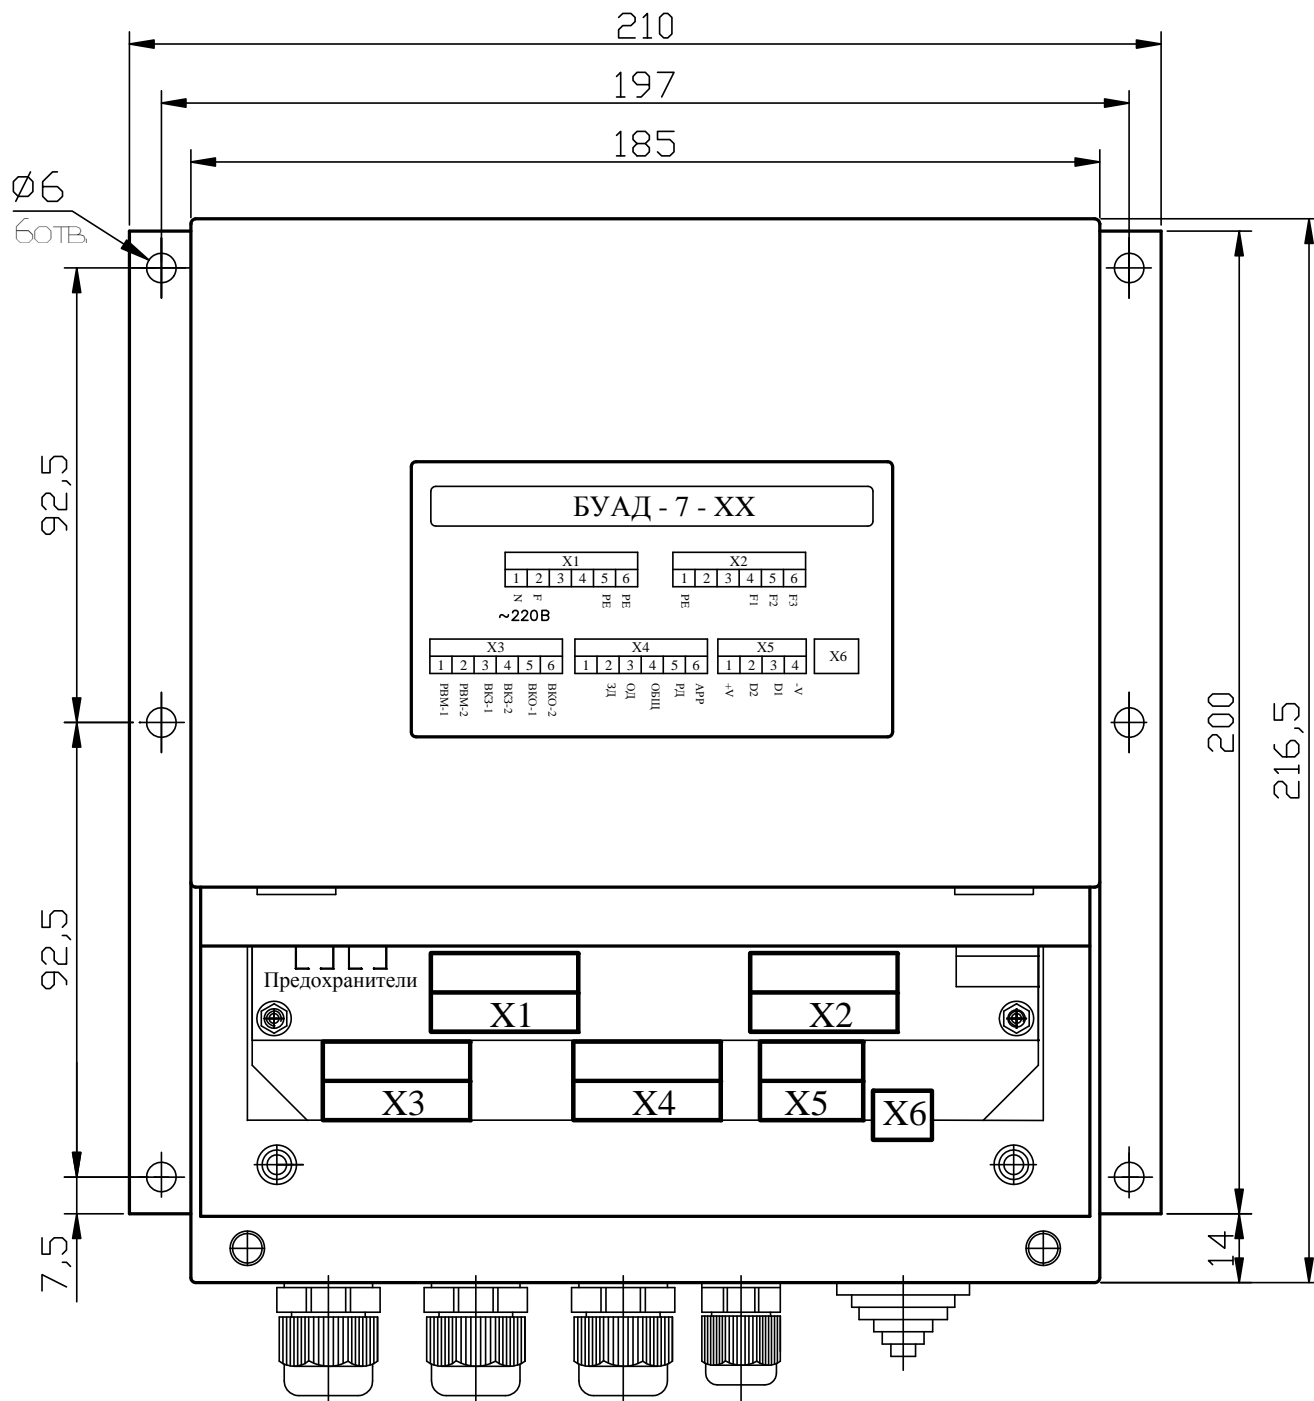
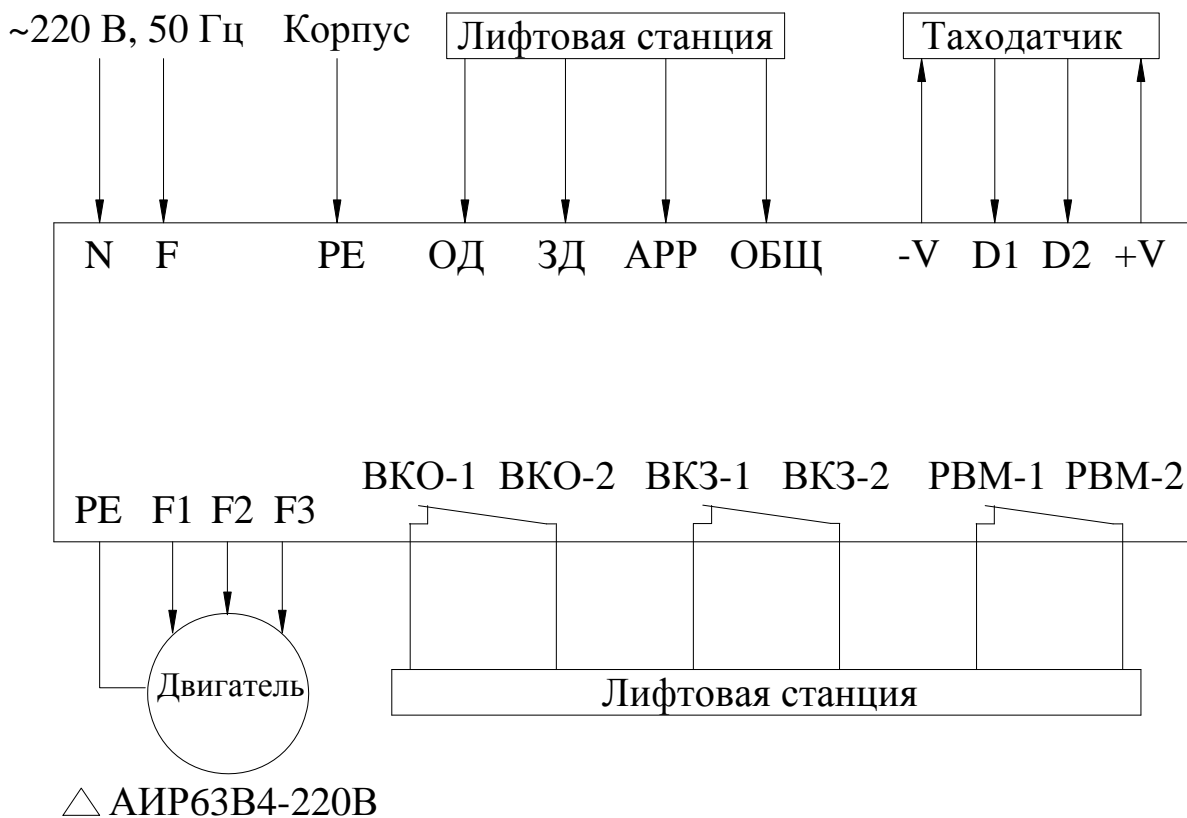
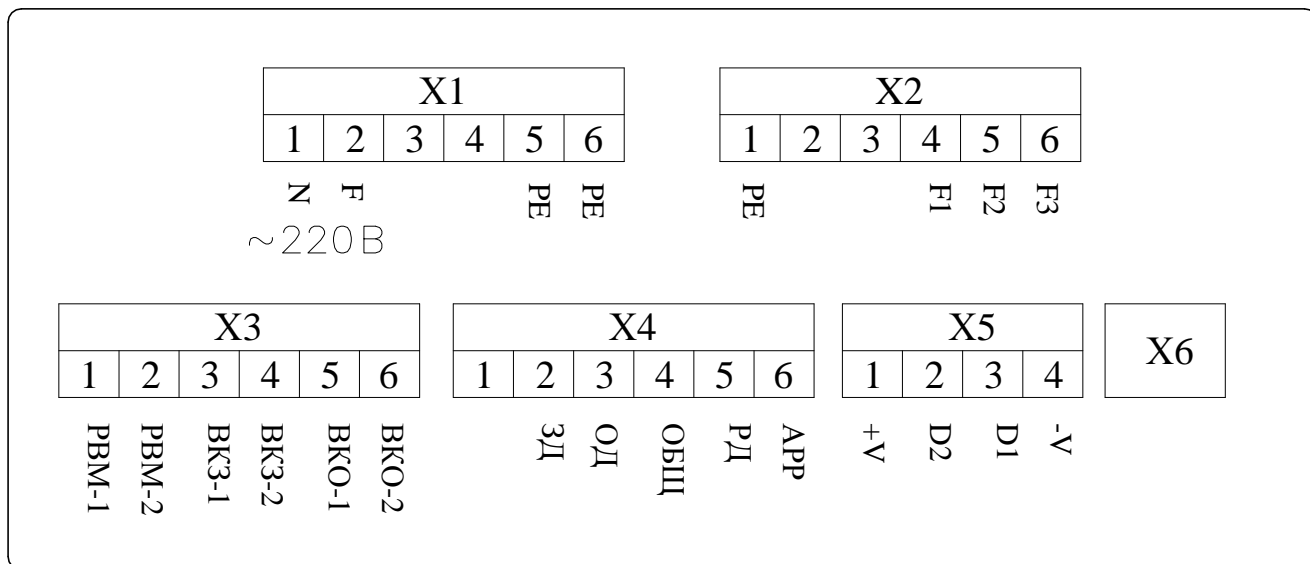

Рис.1. Габаритно-присоединительные размеры Устройства.
Рис.2. Блок-схема подключения внешних контактов БУАД-7-31.
Рис. 3. Схема подключения внешних контактов БУАД-7-31.
Габаритно-присоединительные размеры *Устройства* приведены на **рис.1**.
3.4.1. На **рис.2** показана блок-схема подключения внешних контактов *Устройства*. На **рис.3** показаны и подписаны отдельные контакты каждого из разъемов *Устройства*.
#### 3.4.4. Внешние контакты для лифтовых станций (см. рис. 2, 3):
Узел подключения внешних коммуникаций состоит из набора кабельных выводов (**рис.1**), разъемов для подсоединения шин сетевого питания, цепей выходных напряжений для электродвигателя, цепей управления работой устройства, цепей подключения таходатчика (**рис.2, 3**), заглушки для разъема подключения устройства настройки УСНА, а также крышки, закрывающей разъемы *Устройства*.